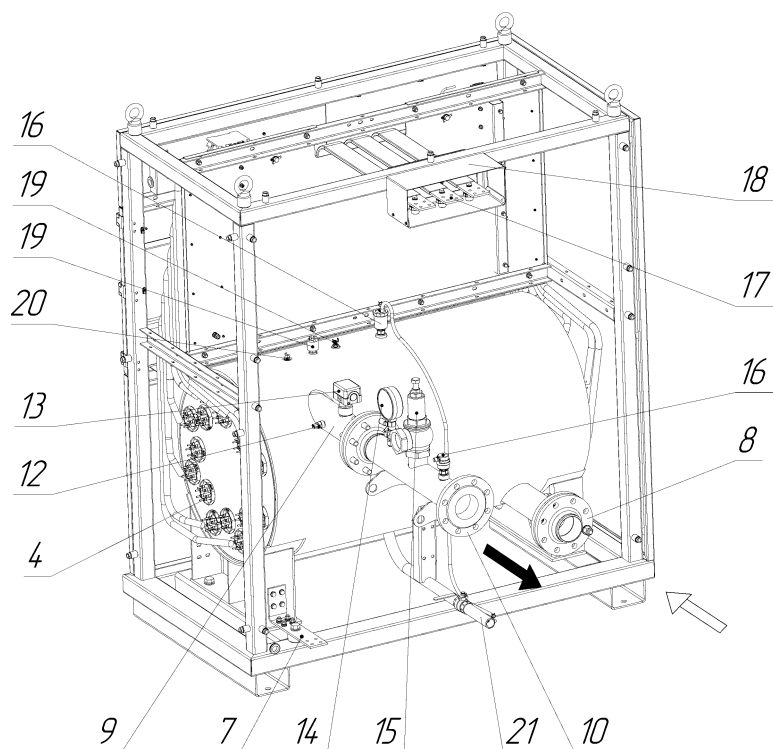

Рисунок 2. Общий вид прибора
7.2.8 Ввернуть сливной патрубок (рис.2 поз.21) на штатное место.
7.3.1.2 Сечение токопроводящих медных шин, применяемых для подключения прибора, выбирается в соответствии с таблицей 1. Последовательность действий при подключении (см. рис. 2):